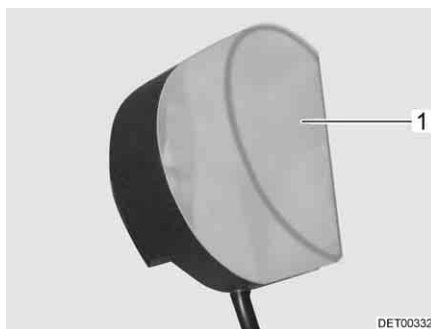

Fig. 262 Luci armadi guardaroba
- Comprimere leggermente e rimuovere la copertura della lampada (Fig. 262,1).